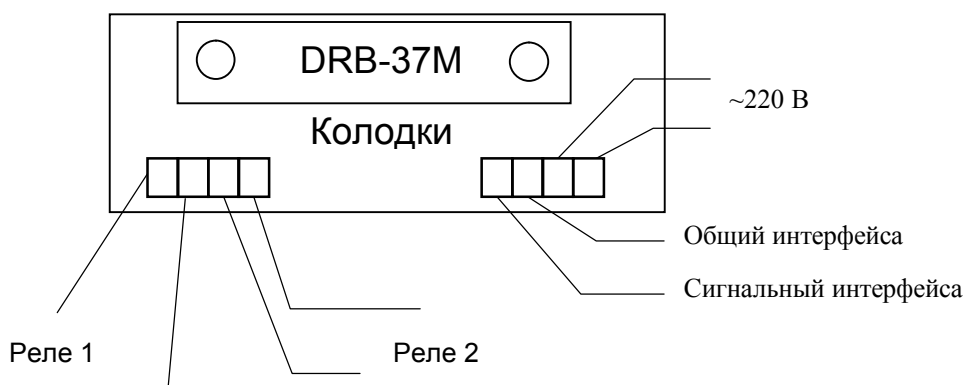

Рис.1
На верхней строке индикатора отобразится надпись "UrEF", на нижней – "Сorr". В этом режиме производится коррекция внутреннего источника опорного напряжения (ИОН), для этого необходимо установить на всех каналах тип датчика 4 (ХА) или 5 (ХК) и параметр «заземленность» термопары для всех каналов установить в «1», на все каналы от источника калиброванного напряжения подать напряжение $V=48.452$ мВ (схема подключения как термопара: "минус" подключить к GND, "плюс" – к Udi-, где $i=1, 2..10$, см. рис. 1) и подождать 30 секунд.
5.6.2.1 Подключить к поверяемому ИТ сетевое питание и магазин сопротивлений, имитирующий первичные датчики. Входы всех используемых каналов измерения должны быть подключены параллельно друг другу, неиспользуемые входы должны быть заглушены согласно рис. 1. Определить установленный при настройке прибора тип термодатчика. Выставить на магазине сопротивлений величину, равную сопротивлению термодатчиков в 0 °С. Перевести ИТ в режим автоперебора каналов. Если в процессе перебора каналов не возникает сообщений об ошибках, то прибор работоспособен.
6.2 Электрические соединения с сетью, датчиками температуры осуществляется через клеммные колодки и разъемы DRB37M, расположенные на задней панели прибора (см рис. 1).
Рис. 1а Габаритные размеры
Рис. 1б Вырез в щите